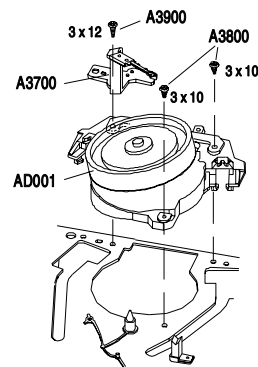

Fig. 6
- Schraube (Pos. A3900) und 2 Schrauben (Pos. A3800) herausdrehen (Fig. 6).
- Massfeder (Pos. A3700, Fig. 6) abnehmen.
- Bandtrommelträger mit Bandtrommeleinheit und Kopfradmotor (Pos. AD001, Fig. 6) vorsichtig aus dem Laufwerk nehmen.